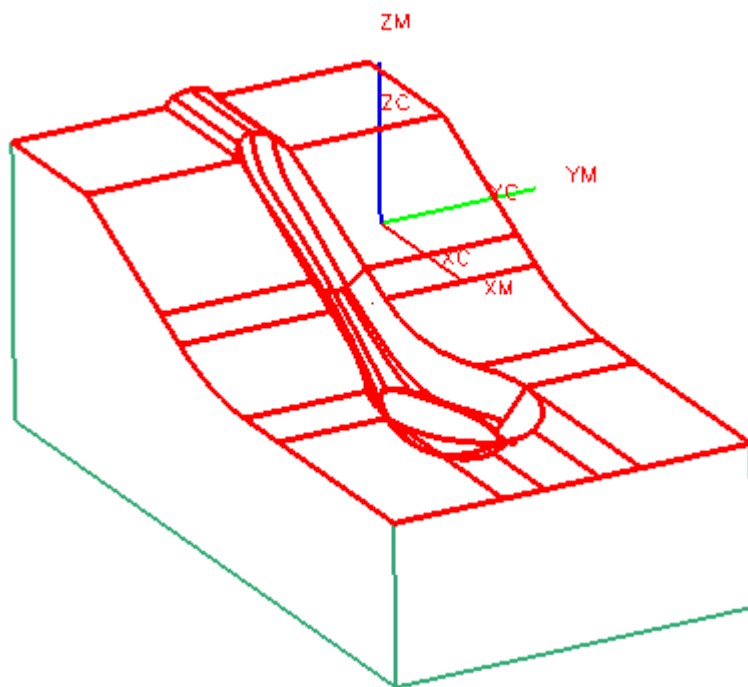

图 9-138
- 在操作对话框中，单击 ，选择如图 9-138 所示的表面，单击 OK。